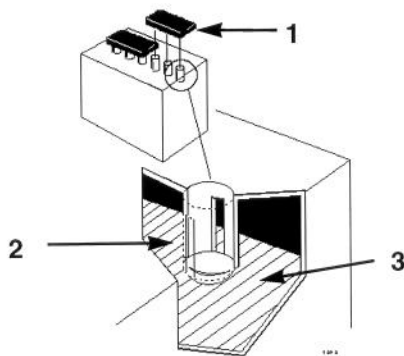

Bild 37
2. Die Zellendeckel abziehen, um in die Zellen sehen zu können. Der Flüssigkeitsstand muß die Unterseite des Rohrs erreichen (Bild 37). Den Säurestand nicht unter die untere Linie fallen lassen (Bild 37).
2. Die Zellendeckel abschrauben (Bild 37).
3. Langsam destilliertes Wasser in jede Zelle gießen, bis der Flüssigkeitsstand die OBERE Linie am Batteriegehäuse erreicht (Bild 37).